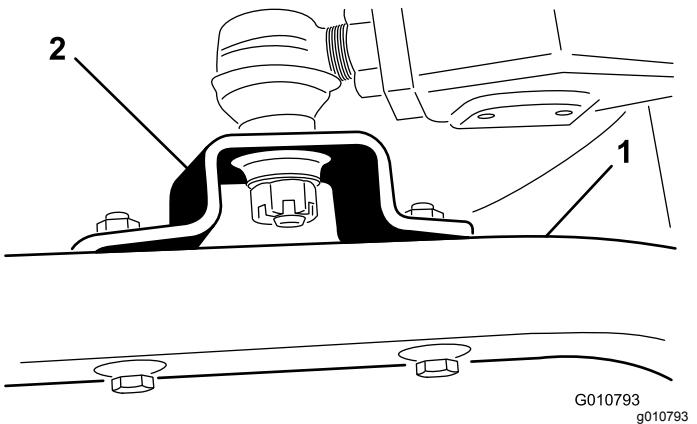

Figura 19
- Retire los tornillos de caperuza y las contratuerca que sujetan los soportes de las articulaciones esféricas a los brazos de las ruedas giratorias de la unidad de corte (Figura 19).